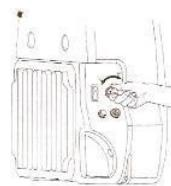

Fig. 12
(IV) Настройка на налягането (fig. 12)